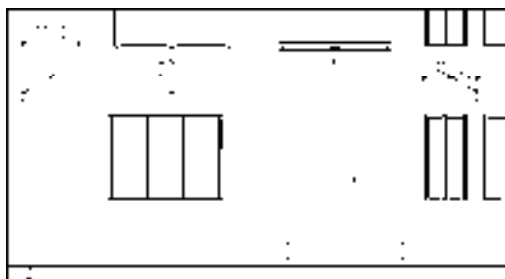

图 13-170 修剪结果
4) 调用“直线”命令、“修剪”命令,绘制并修剪直线,结果如图13-170所示。